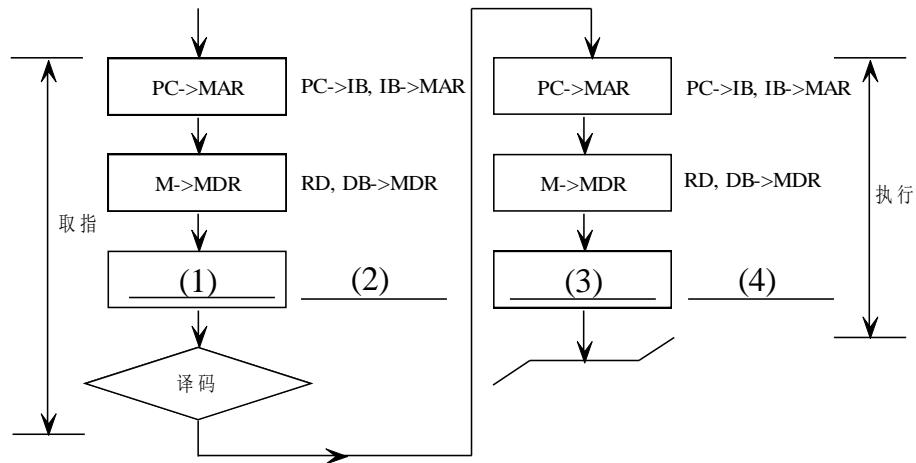

图 4 JMP ADR 的指令周期流程图
- (1) 设指令“JMP ADR”实现目标地址为 ADR 的无条件跳转功能。假定这是一条双字长的指令，即先访问一次内存取出指令，然后再访问一次内存取出目标地址。参照图 4 中已经给出的、基于方框图语言的部分指令周期流程图，填写空格(1)-(4)的内容。(4 分)
（2）因取指的前面两个 CPU 周期与图 4 相同，故略去。执行周期只需一个 CPU 周期，指令执行流程图如下图所示。